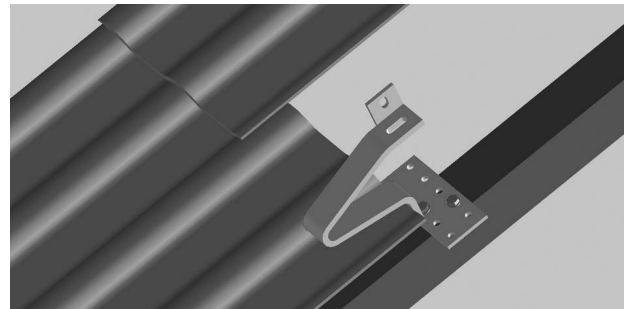

Abb. 6: Dachhakenmontage (Abb. Dachhaken Art.-Nr. 1361262)
1. Dachhaken gemäß Abb. 6 montieren und mit Holzschrauben auf dem Sparren befestigen. Bauseits ist eine ausreichende Verankerung der Dachhaken an der Dachkonstruktion zu gewährleisten. Aufgrund der Gesamtbelastung in Regionen mit hohen Schnee- und Windlasten ist eine Freigabe durch ein Statikbüro einzuholen.